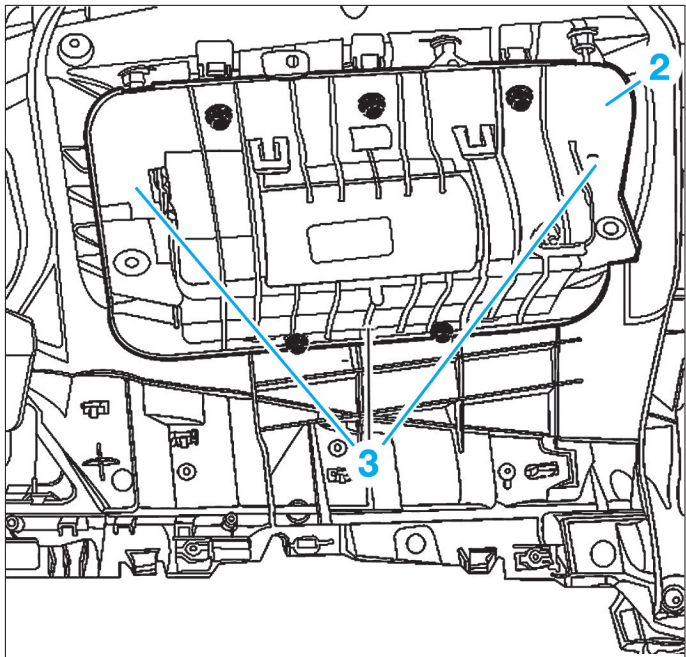

FIG. 4
- Reposer, à l'aide des centreurs (3), l'airbag frontal passager (2) équipé de vis neuves sur la planche de bord (Fig.4).